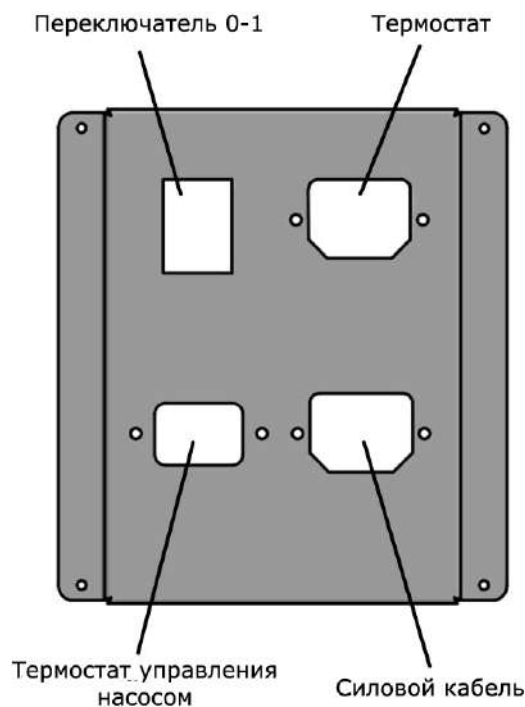

Рисунок 18.
- Переключатель на задней панели печи должен быть установлен в положение 1. (Рисунок 18)